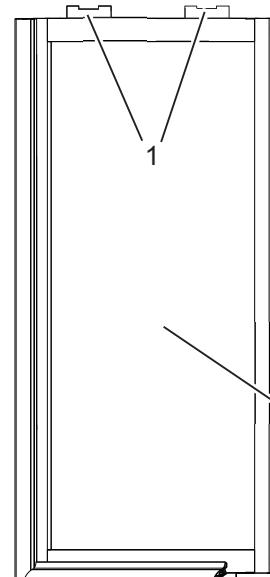

Рис. 91 Транспортировочные удерживающие устройства для створки
- Извлечь транспортировочные удерживающие устройства (рис. 91/1) на нижней и верхней кромках створки (рис. 91/2).